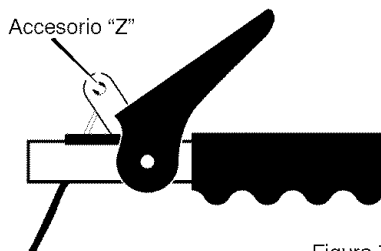

Figura 79
(Figura 79).
5. Desconecte el **accesorio "Z"** de la **palanca de propulsión** (Figura 79).
11. Instale el **gancho "Z"** en la **palanca de propulsión** (Figura 79).